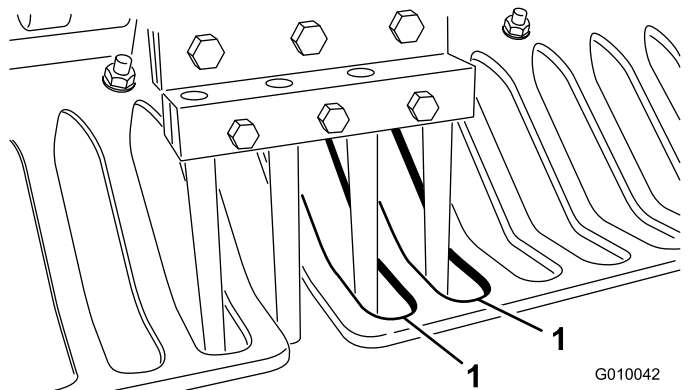

Рисунок 28
7. Проверьте, чтобы зубья были выровнены по центрам прорезей в травотбойниках (Рисунок 28). Отрегулируйте травотбойники должным образом и затяните гайки.